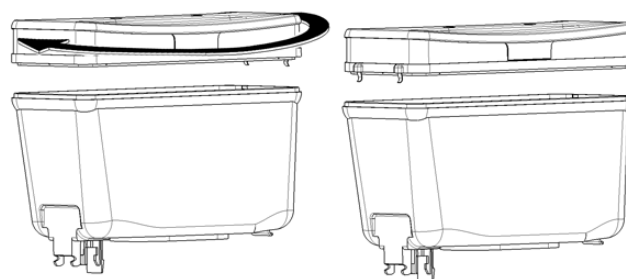

figura 2
**9** Per spegnere le luci del coperchio è sufficiente ruotarlo di 180°.(vedere figura 2)